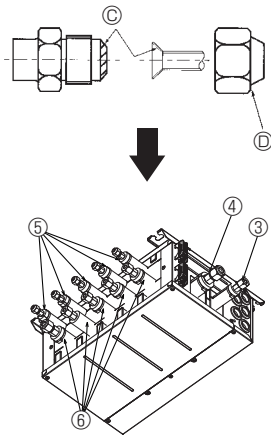

Fig. 7-2
- Ⓒ Tragen Sie Kühlmittelöl auf die gesamte (Fig. 7.2) Oberfläche des aufgeweiteten Sitzes auf.